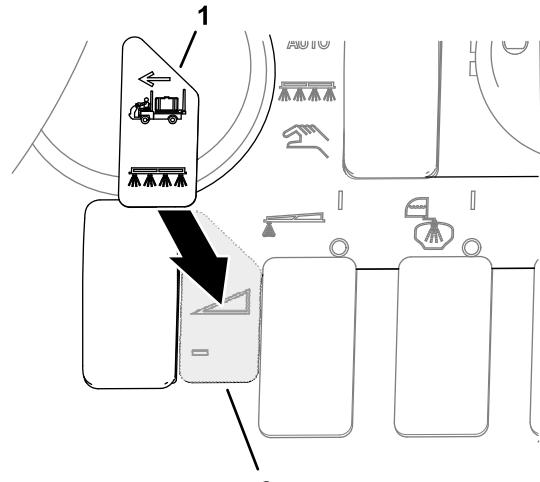

図 86
4. 図 86に示すように、ダッシュデカルの上にトランスポートデカルを貼り付けます。